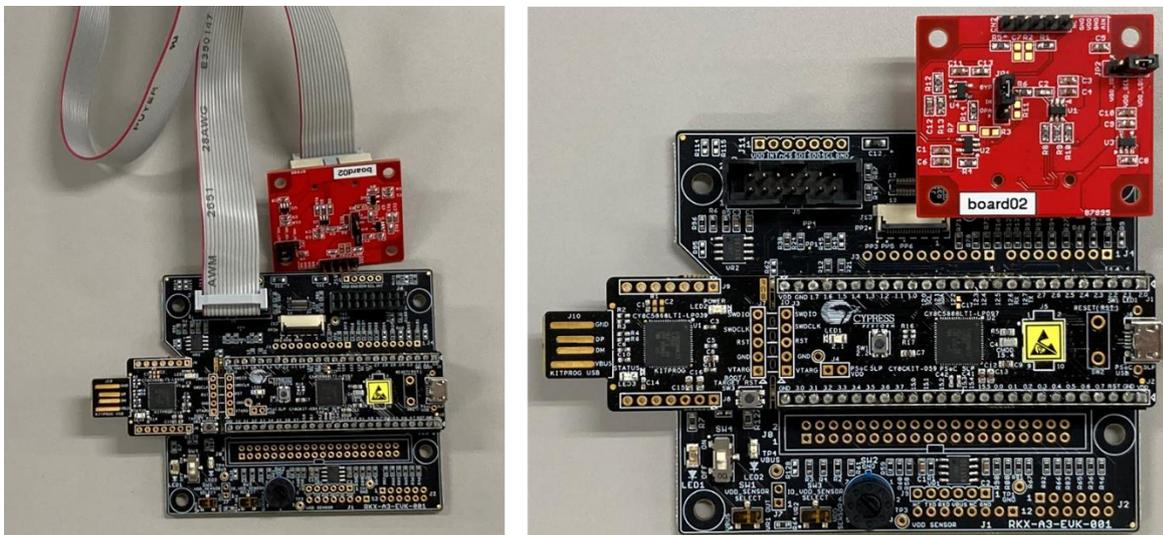

Figure 10. ADC 評価ボードとのインターフェイス
したがって、標準の ADC 評価ボードを RKX-A3-EVK-001 に接続する方法は 2 つあります。1 つは 14 ピンオスヘッダー-J5 に接続された 14 ピンリボンケーブルを使用する方法、もう 1 つは評価ボードを 18 ピンメスヘッダーに J6 に直接接続する方法です (Figure 10)。
- ◆ 付属のリボンケーブルを使用して、ADC 評価ボードを RKX-A3-EVK-001 に直接接続します。(Figure 10)